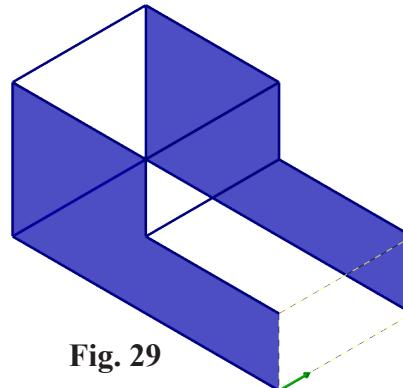

Fig. 29
Step 16. Chain **right side** of the block, Fig. 29.